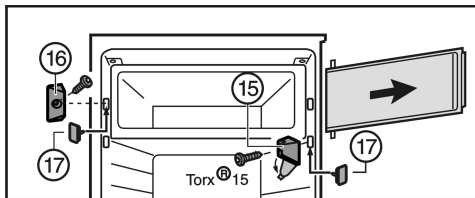

Fig. 7
- ▶ Otklopite poklopac na podlošku ležaja Fig. 7 (16).
- ▶ Odvijte podložak ležaja Fig. 7 (15) s vrata pretinca.
- ▶ Odvijte zatvarač Fig. 7 (16).
- ▶ Zatvorite oslobođene rupe s priloženim čepovima Fig. 7 (17).